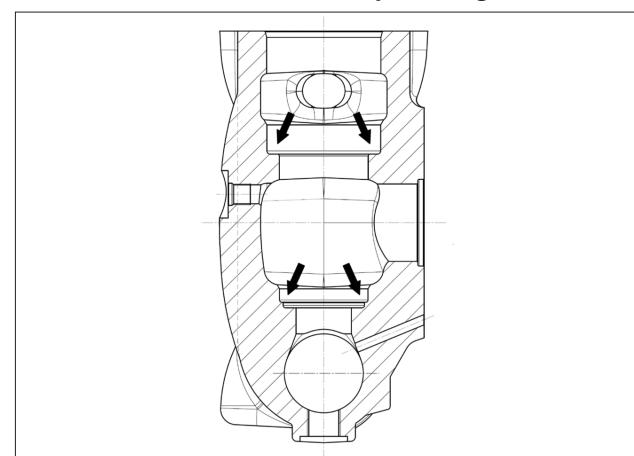

Fig. 115
**! Antes de volver a colocar los grupos de válvula, limpiar y secar perfectamente los correspondientes alojamientos en la cabeza tal y como indican las flechas (pos. ①, Fig. 115).**